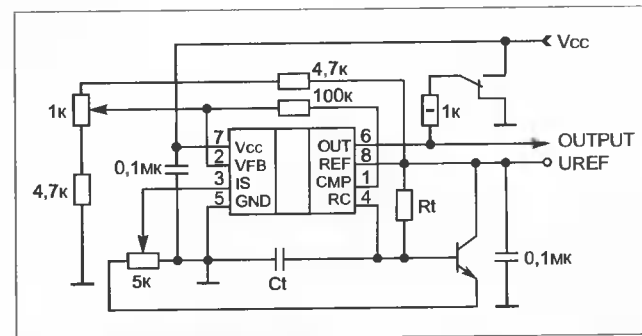

Рис. 12
**Тестовая схема с разорванной обратной связью (рис. 12)**